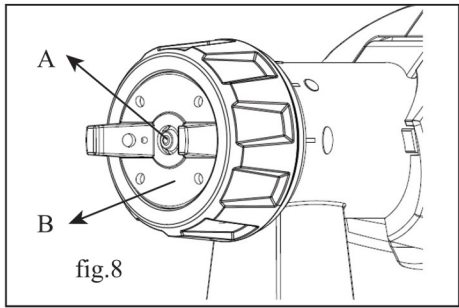

fig.8
- Dacă duza (A) și capacul de aer (B) sunt murdare curățați-le pe amândouă cu apă și solvent. (fig.8)